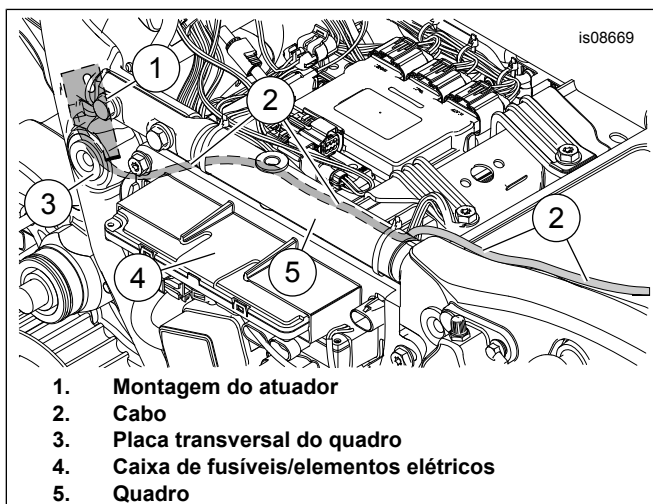

Figura 10. Colocação de cabos
17. Ver Figura 10 . Oriente o cabo (2) por baixo da placa transversal.
18. Continue a orientar o cabo (2) entre a caixa de fusíveis/elementos elétricos (4) e o quadro (5), em direção ao topo do guarda-lamas traseiro e ao suporte do encosto.